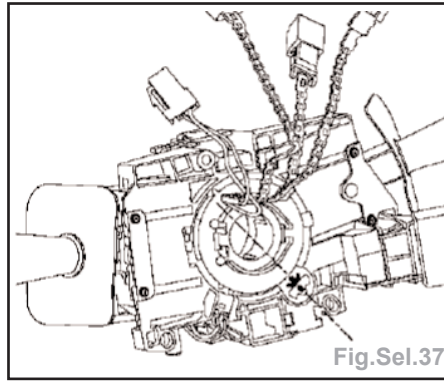

Fig.Sel.37
- Vérifier que le contacteur tournant soit bien positionné en s'assurant que le repère «O» se trouve bien dans l'axe de la colonne de direction (Fig.Sel.37).